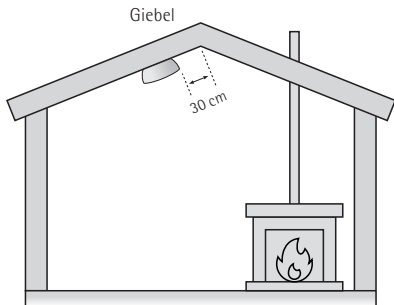

Abb. 2 Montage in Räumen mit schrägen Decken: CO-Warmmelder auf der höheren Seite des Raumes installieren
- In Räumen mit Dachschräge sollte der CO-Warmmelder an der höchsten Stelle installiert werden (siehe Abb. 2).